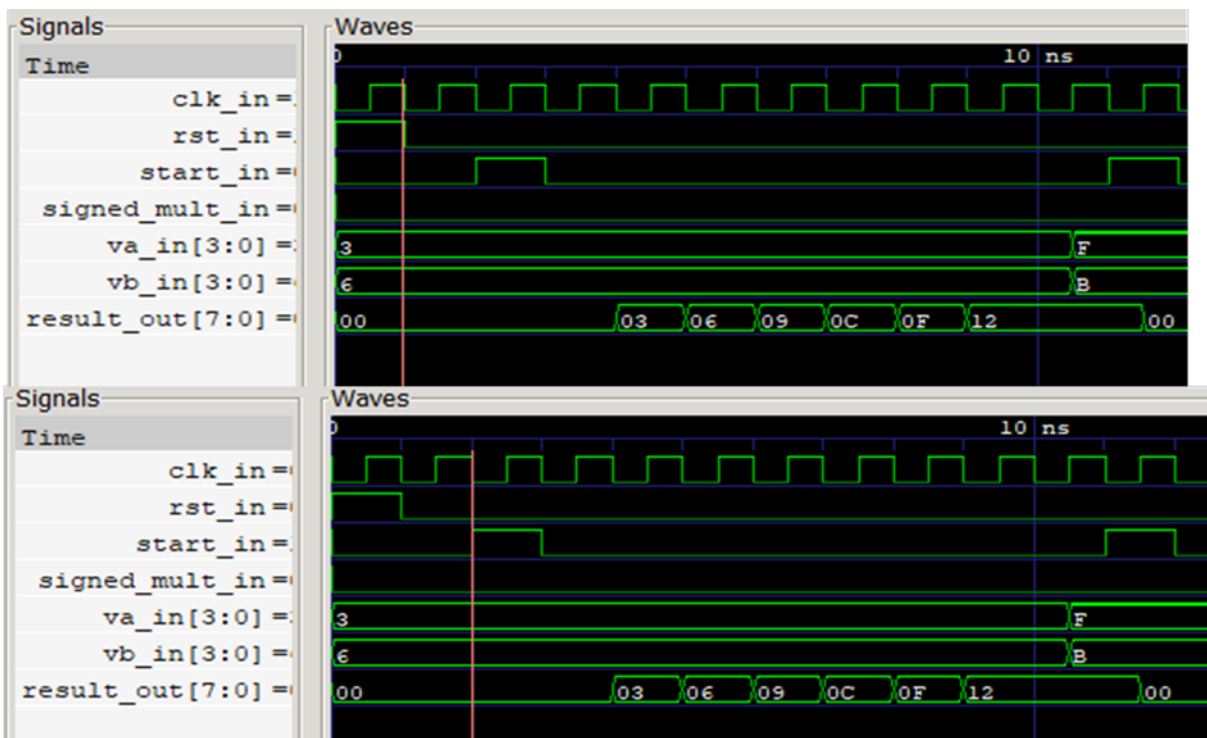

Figura II.1 – Diagrama de temporização – Sinais **Reset** e **Start**.
- Ao inicializar o multiplicador por meio do sinal **Reset** (com duração de 1 período de **clock**) este último será sucedido (após 1 período de **clock**) pelo sinal de **Start** (com duração de 1 período de **clock**), o que, por sua vez, vai disparar o cálculo da multiplicação (Figura II.1). Em outras palavras, o **Reset** é assíncrono (preponderante sobre o **clock**) e leva a um estado inicial onde, com **Start** = 1 dá-se início à operação.